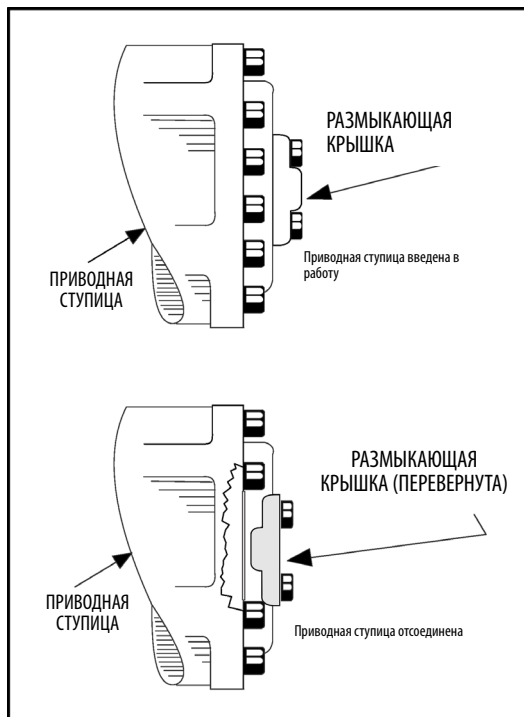

Рис. 4-6. Ступица отсоединения привода
3. Отсоедините приводные ступицы, перевернув размыкающие крышки. См. Рис. 4-6., Ступица отсоединения привода.